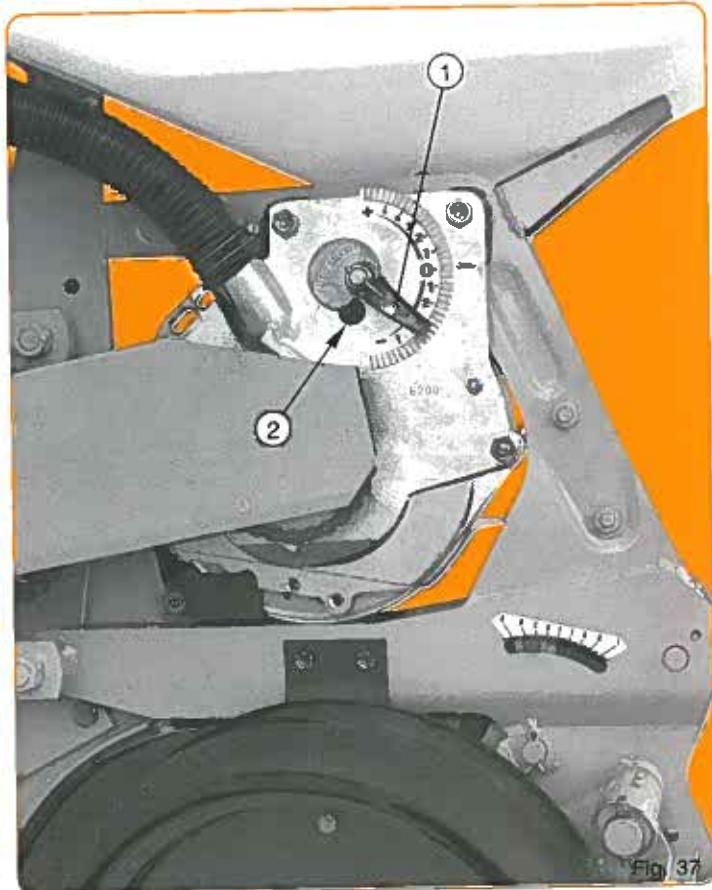

Fig. 37
L'index ① descend vers le - (fig. 37) rapproche la plaque des trous, réduit l'aspiration (en ouvrant la prise d'air ②) ce qui provoque une tendance aux manques. Une fenêtre de contrôle sur le couvercle permet de s'assurer des résultats.
When the indicator ① is positioned to - (fig. 37), it lowers the scraper over the holes, reducing the degree of suction (opening the size of the hole ②). This may cause skipping.
Wenn der Wahlhebel ① auf - (Abb. 37) gestellt wird, verkleinert der Abstreifer die Löcher in der Säsccheibe. Gleichzeitig wird die Saugleistung (das Lüftungsloch wird geöffnet) verringert ②. Bei dieser Einstellung können Fehlbelegungen vorkommen. Im Sägehäusedeckel ist ein Fenster, durch das Sie die richtige Einstellung beobachten können.